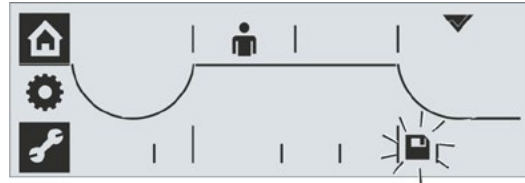

Fig. 9: Lagring av endeosisjon er aktiv
11. Velg lagring: Drei på dreiebryteren til lagringssymbolet blinker, se Fig. 9.